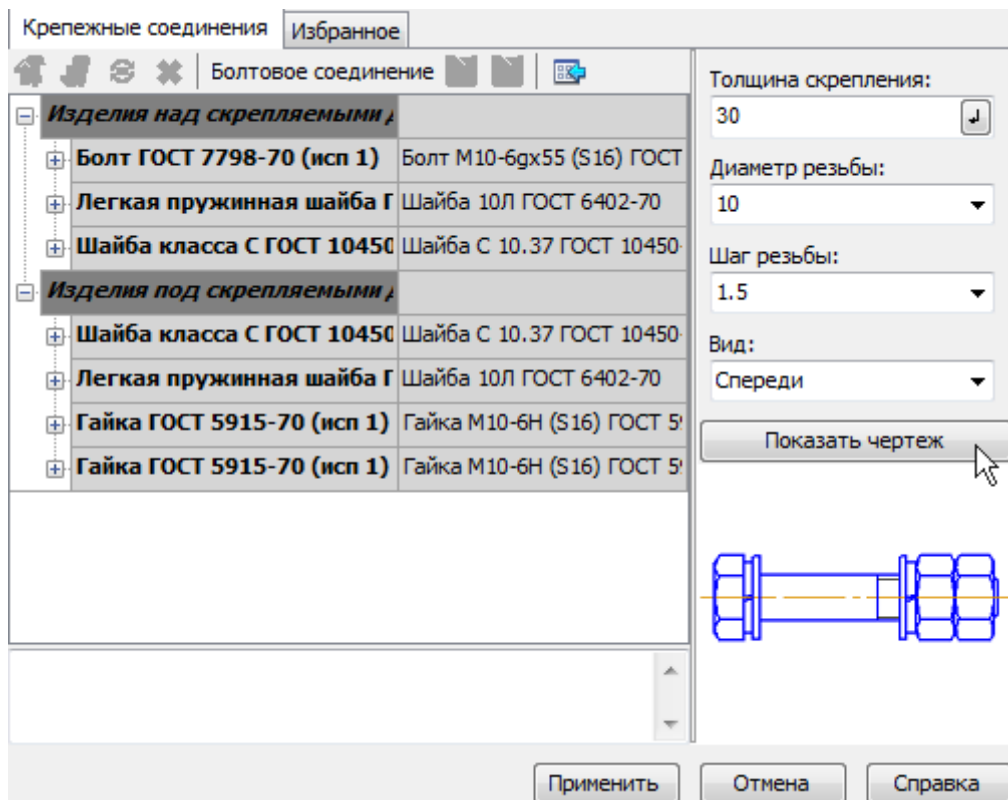

Рисунок 33.
- В Области свойств, в правой части окна, нажмите кнопку Показать чертеж над окном предварительного просмотра (рис. 33).